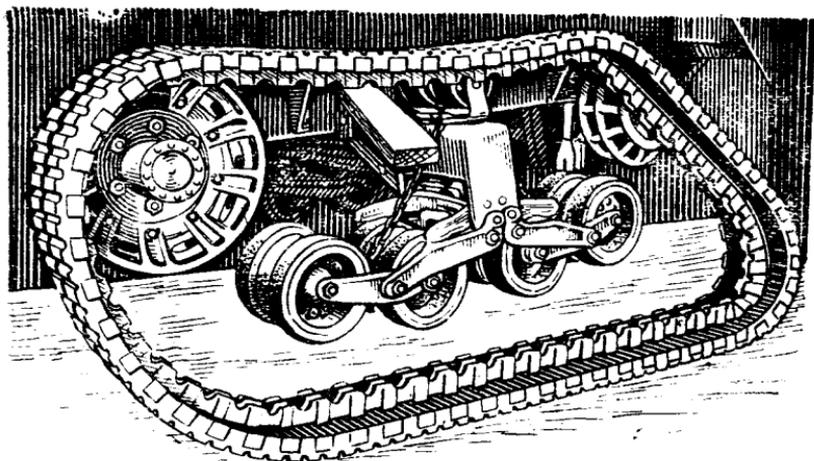

Рис. 71. Снятие гусеничной ленты
Гусеничная лента (рис. 71) цельная, резино-металлическая. Гусеница перематывается ведущей звёздочкой.
1. Перекинуть цепь через кронштейн агрегата тележек, зацепив концы цепи за оси рамы передней и задней тележек и по возможности выбрав слабинку цепи (рис. 71).